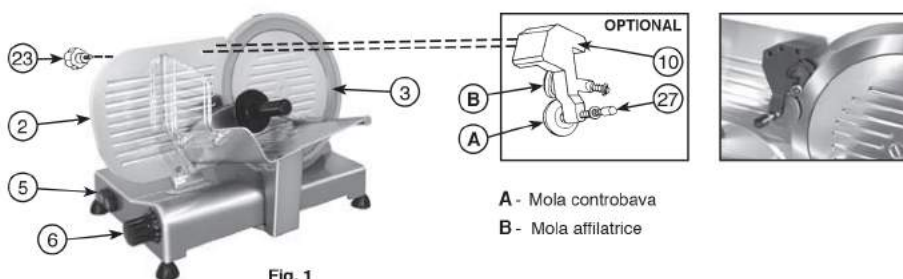

Fig. 1
- Posizionare la paratia mobile (2) alla massima distanza dalla lama (3) ruotando la manopola graduata (6).
- Applicare il gruppo affilatore (10) sulla paratia mobile (2) come indicato in Fig. 1 bloccandolo sulla stessa mediante il pomolo (23).
- Premere l'interruttore d'avviamento motore (5) in modo da attivare l'affilatura automatica; se è necessario ruotare la manopola graduata (6) fintanto che la mola affilatrice ruoti assieme alla lama.
- Lasciare affilare automaticamente la lama per circa un minuto, quindi procedere premendo il bottone di pressione della mola controbava (27) per circa due-tre secondi; contemporaneamente al rilascio del bottone spegnere il motore.
- Effettuata l'affilatura togliere l'affilatore (10) dalla paratia mobile (2) e reinserire lo stesso nell'alloggiamento originario.